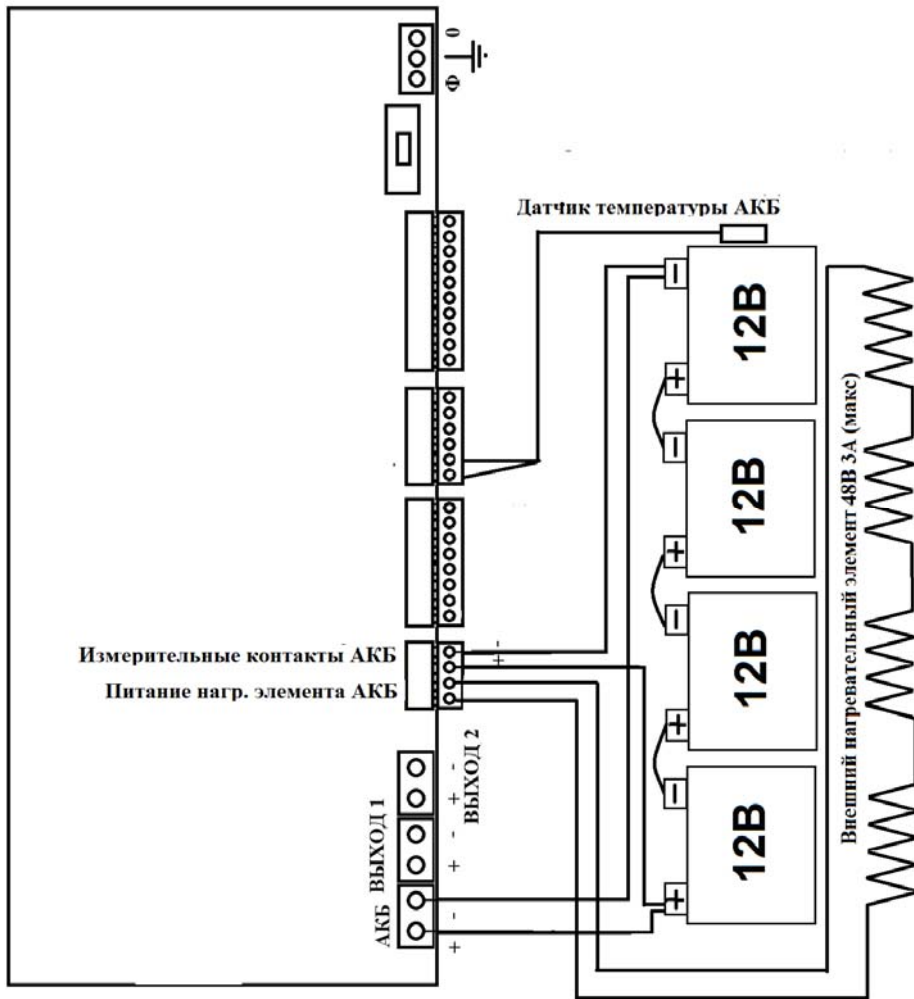
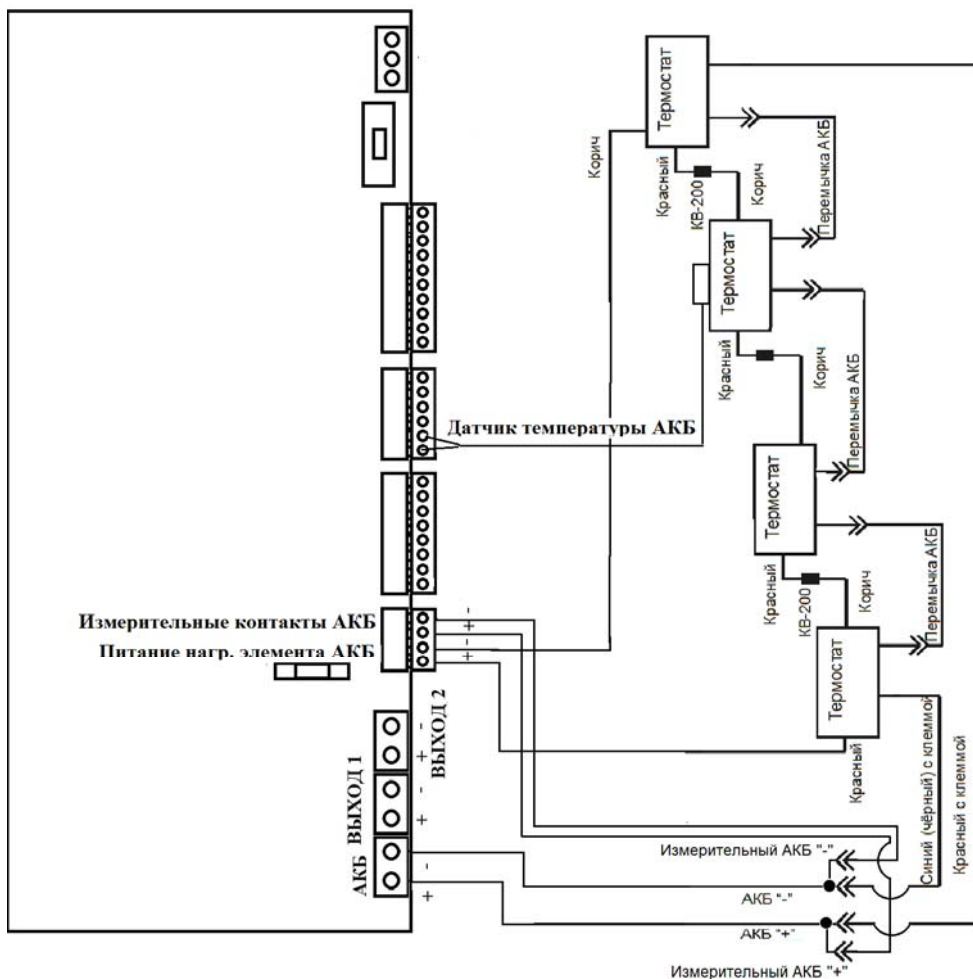

Рисунок 4 – Подключение АКБ с внешним устройством обогрева АКБ с отключением обогрева в режиме «РЕЗЕРВ».
Рисунок 5 – Подключение устройств обогрева Термостат АКБ с отключением термостатирования в режиме «РЕЗЕРВ».
В изделии реализована возможность использования внешнего нагревательного элемента для обогрева АКБ (см. рисунок 4), либо термостата АКБ (см. рисунок 5), в случае эксплуатации при отрицательных температурах окружающей среды.
- при необходимости термокомпенсации напряжения заряда АКБ и нагрева при отрицательных температурах окружающей среды подключить внешнее устройство обогрева АКБ (см. рисунок 4) или термостаты АКБ (см. рисунок 5) к соответствующим контактам источника;